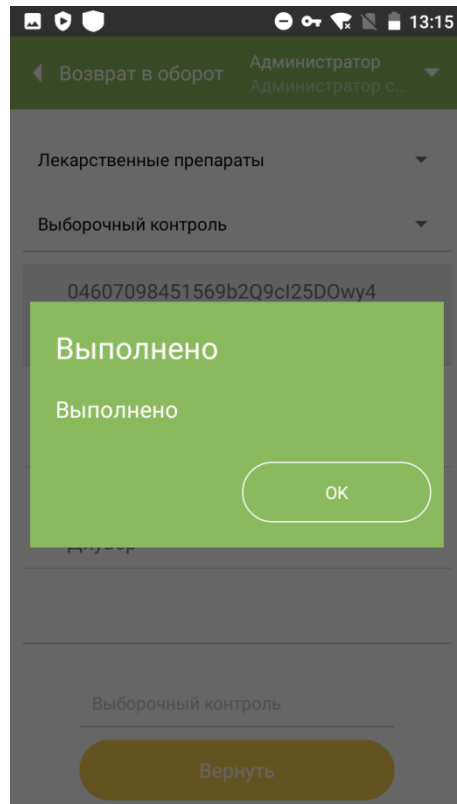

Рисунок 12.4
5. Нажать кнопку «Вернуть». После завершения операции появится сообщение «Выполнено» (Рисунок 12.4), которое требуется также подтвердить «ОК».